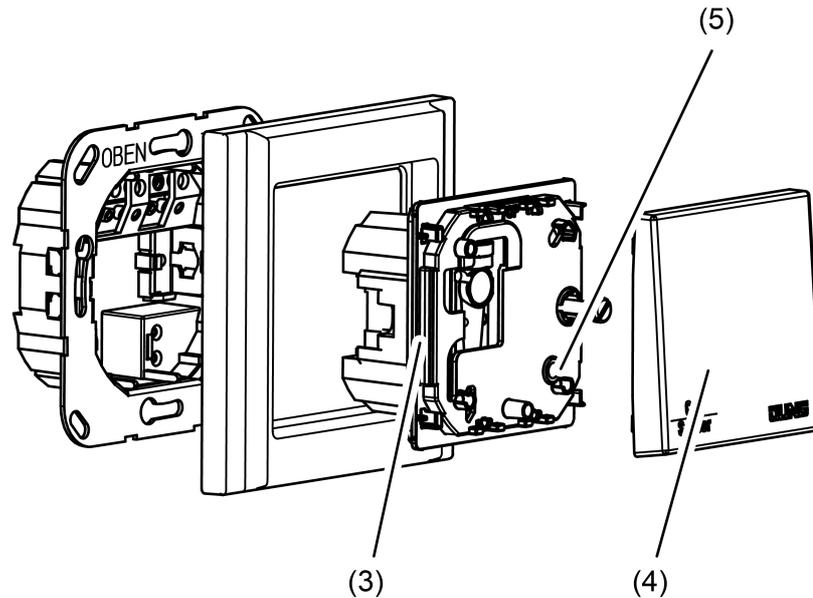

Bild 6: Lage der Programmier-LED und -Taste
Die Programmier-LED befindet sich hinter der Blindabdeckung (4) auf dem Elektronikaufsatz (3) (Bild 6).
- Die Blindabdeckung (4) abnehmen, sofern sie bereits montiert ist.
- Programmiermodus aktivieren: Programmier-LED (5) drücken.